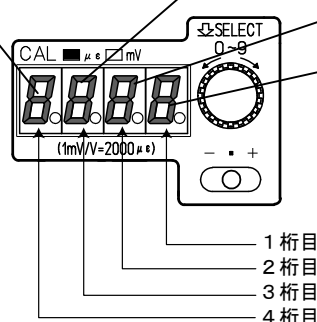

図2-3 校正値 (CAL) の設定
校正値設定ツマミ⑫ (図2-3を参照) 押すと校正値LED⑬の4桁目が点滅します。スイッチを左右に回すと⑬の数値が変わります。(表示値が点滅状態でも設定は行われています。)